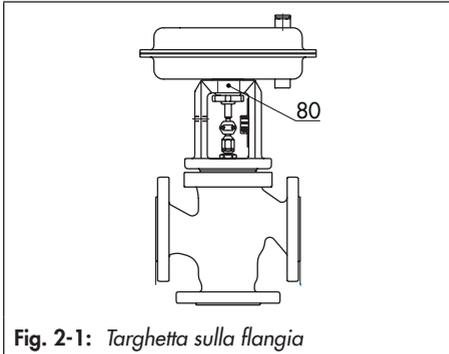

Fig. 2-1: Targhetta sulla flangia
La targhetta (80) della valvola è applicata sulla flangia (Fig. 2-1).